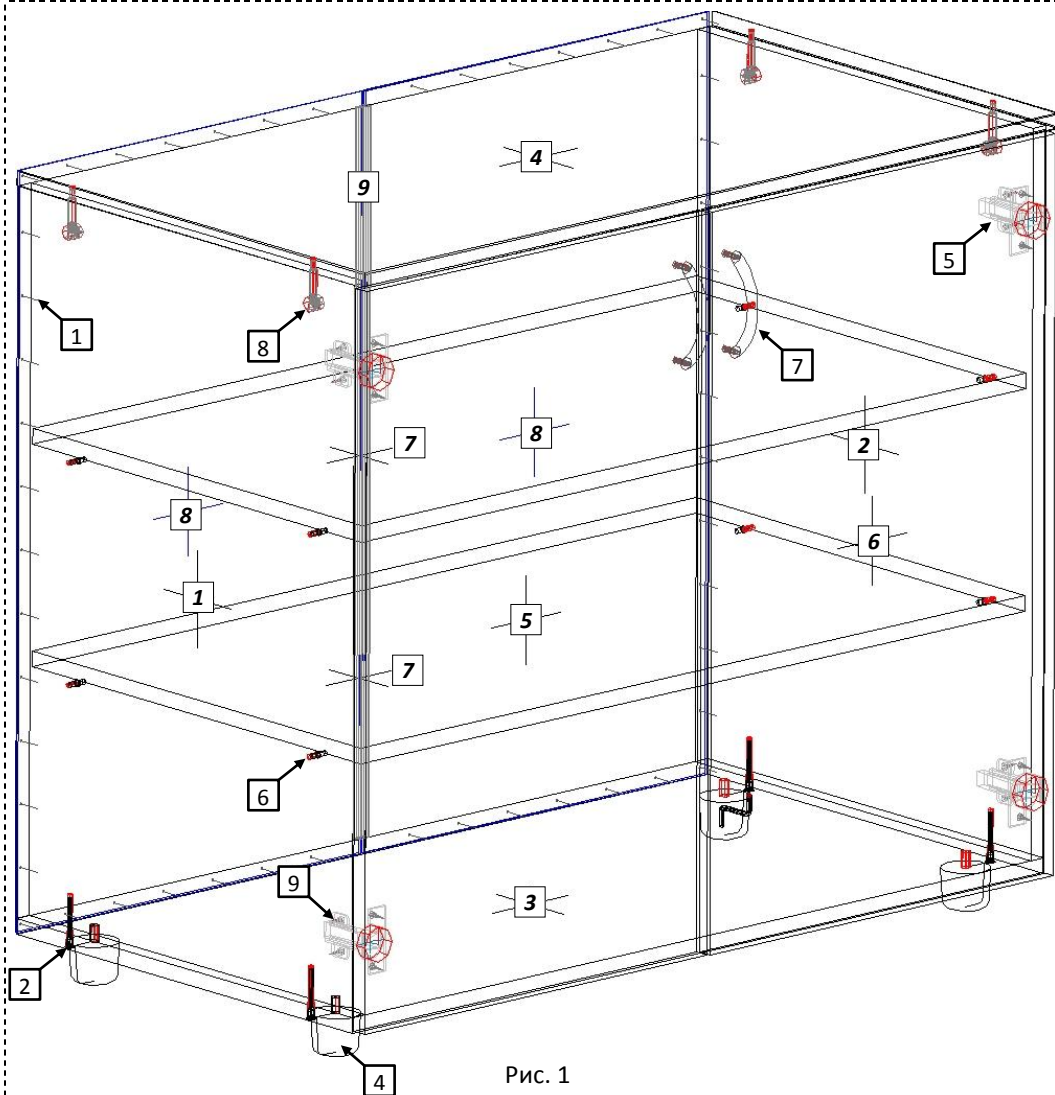

Рис. 1
- 4.1 Внимательно ознакомьтесь со схемой сборки, изображённой на рис. 1, сверяясь с комплектовочной ведомостью на изделие. Согласно позициям на схеме и комплект. ведомости определите расположение деталей в изделии и порядок их сборки. Сборка производится на ровном полу, укрытом материалом, предотвращающим повреждение покрытия пола и деталей мебели. Подготовьте необходимые для сборки инструменты – плоскую и крестовую отвёртки, молоток, рулетку или линейку.
- 4.3 Евровинтами (2), как показано на рис. 1, соедините вертикал. ст. [1,2] с горизонт. нижней стенкой [3]. Установите крышку. Затяжка соединения производится путём поворота эксцентриков до упора в направлении стрелки, выштампованной на корпусе стяжки. Гвоздями (1) закрепите задние стенки ДВПО [8], предварительно установив в стык соединительный профиль [9].